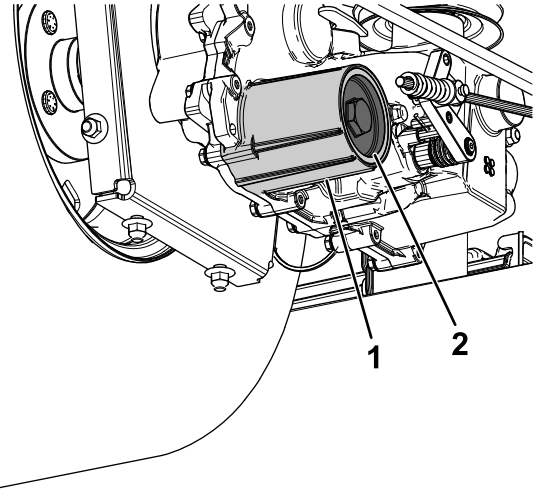

Figure 78
7. Déposez le couvercle du filtre à huile hydraulique de la boîte-pont pour vidanger le liquide (Figure 78).